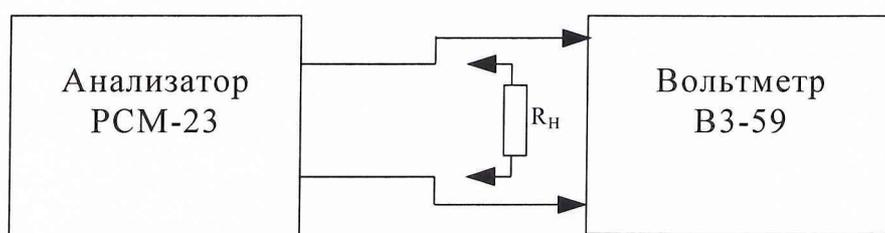

Рис.8.1.
8.3.1.1. Определение выходного сопротивления генератора осуществляется с помощью резисторной схемы на симметричных разъемах и вольтметра ВЗ-59 (рис.8.1).